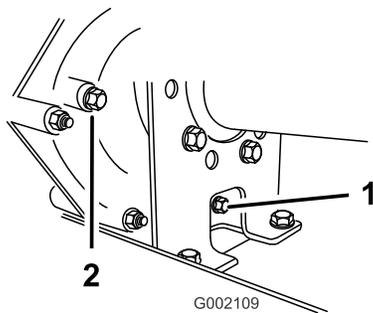
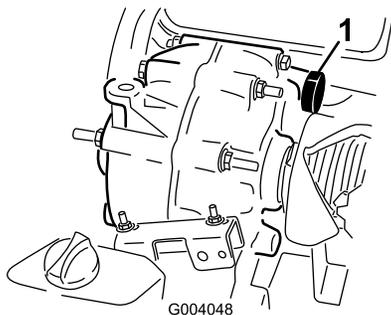

Figure 35
Figure 36
2. Enlevez le bouchon de vidange sur le côté du réservoir (Figure 35) et faites couler le liquide hydraulique dans un bac de vidange.
4. Versez environ 1,4 l d'huile moteur SAE 10W30 dans le réservoir (Figure 36) ou faites l'appoint jusqu'à ce que le niveau atteigne le bas du trou d'indication de niveau (Figure 35).